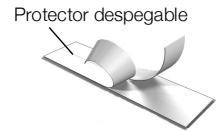

Figura 6
- 4 Retire el protector de la etiqueta para dejar al descubierto el adhesivo y luego pegue la etiqueta. Ver Figura 6.